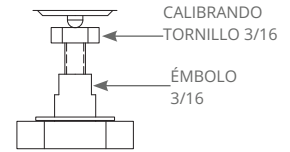

Figura 3
- 2 Ajuste el punto de ajuste sujetando el émbolo con una llave fija de 3/16" y girando el tornillo de calibración con otra llave fija de 3/16" (vea la figura 3).